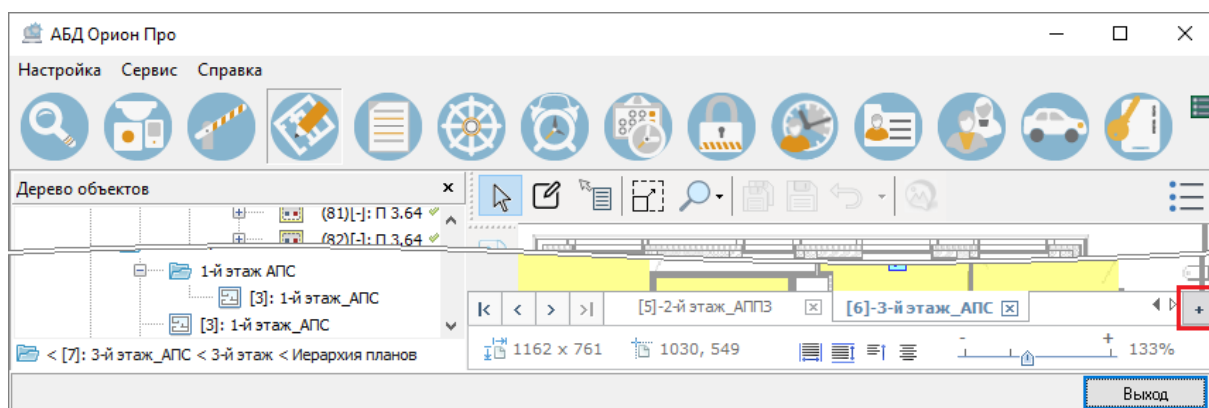

Рисунок 6-541 Инициализация создания плана по кнопке в панели навигации
- либо нажмите в панели навигации (см. п. 6.3.4.1.4.6.4) кнопку  «Создать новый план» (см. Рисунок 6-541);